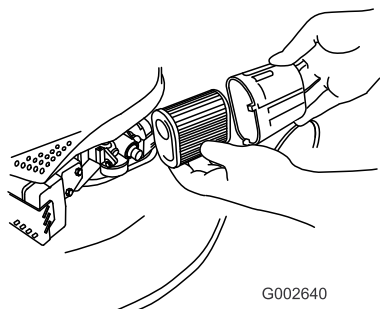

Figura 34
2. Gire la tapa del filtro de aire para retirarla (Figura 34).